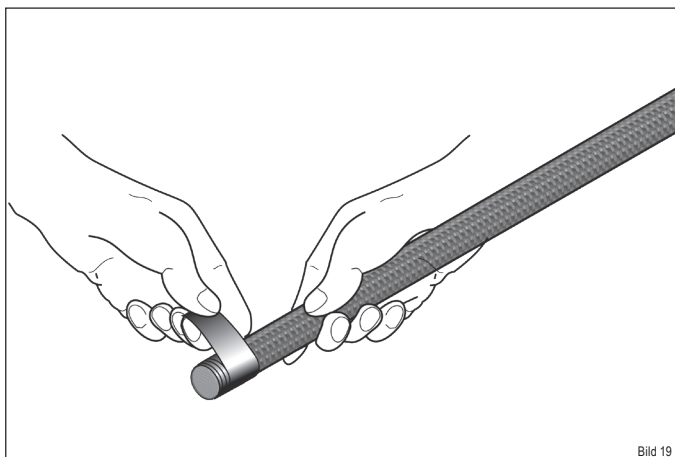
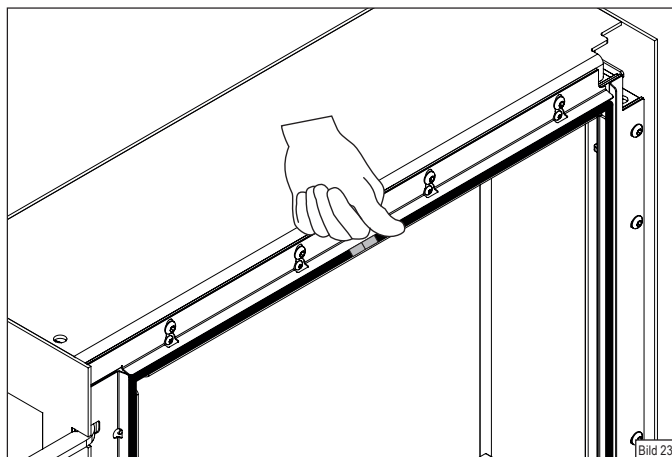

Bild 19
Bild 23
- ▶ **Umwickeln Sie die neue Dichtung mit dem Kupferband an einer Seite mit ca. 3 cm Länge (Bild 19).**
- ▶ **Umwickeln Sie das Ende auch mit Kupferband (Bild 19) und drücken Sie die Dichtung in die Führung rein (Bild 23)**